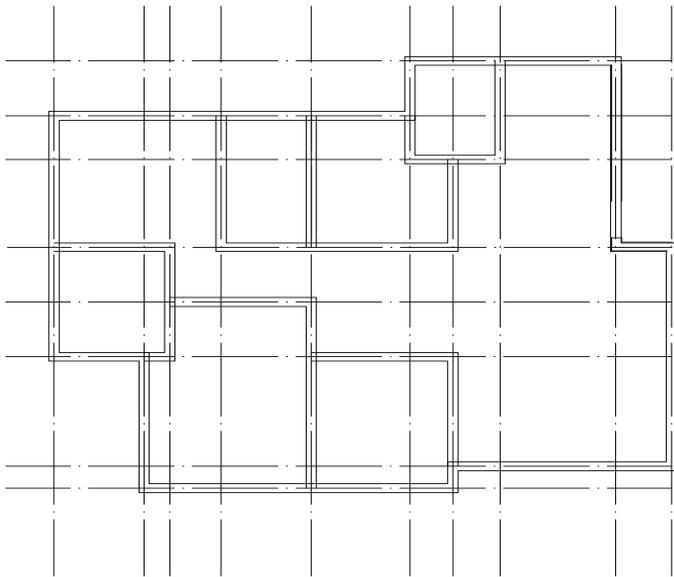

图 11-1-8
**STEP 09** 参照上面外墙的绘制方法，使用绘制多段线命令 PLINE，先绘制出内墙线的中线，并使用偏移命令 OFFSET 分别将其左右两边各偏 120，再使用删除命令 ERASE 删除其中线，如图 11-1-8 所示。